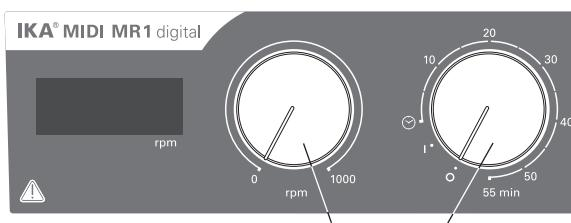

Fig. 3
- ⇒ For at tænde for apparatet drej drejeknappen „**Til/fra**“ og „**Timer**“ (**B**, se **Fig. 3**) med uret til position „**1**“.
- ⇒ Indstil motorens omdrejningstal med reguleringsknappen „**Omdrejningstal**“ (**C**, se **Fig. 3**). Motorens omdrejningstal kan sættes til 0 til 1000 rpm for **MIDI MR 1 digital** hhv. 0 til 600 rpm for **MAXI MR1 digital**.